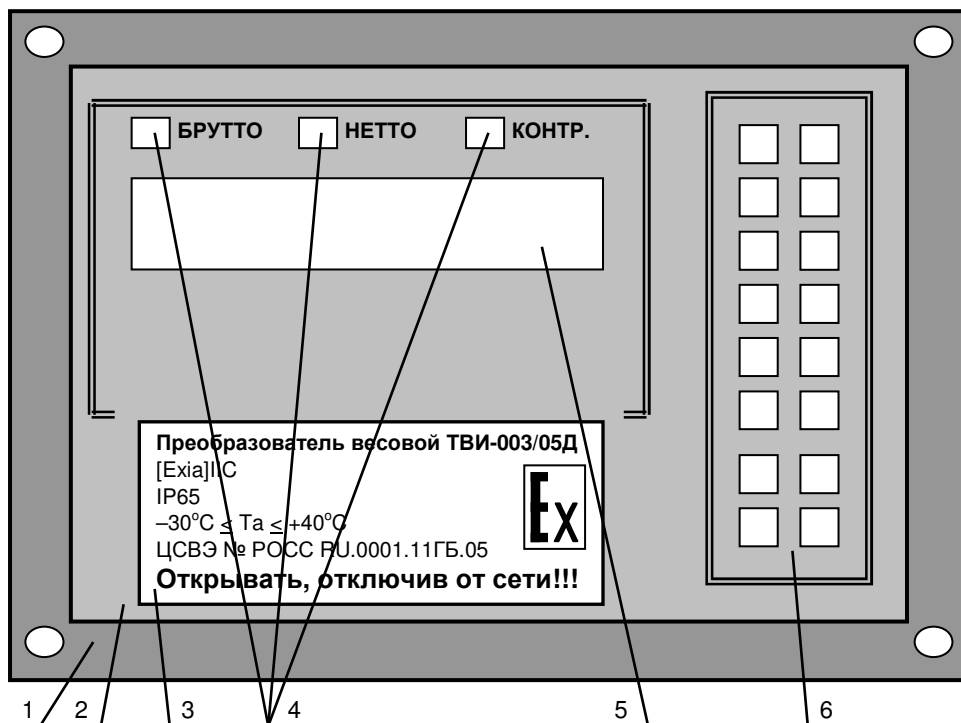
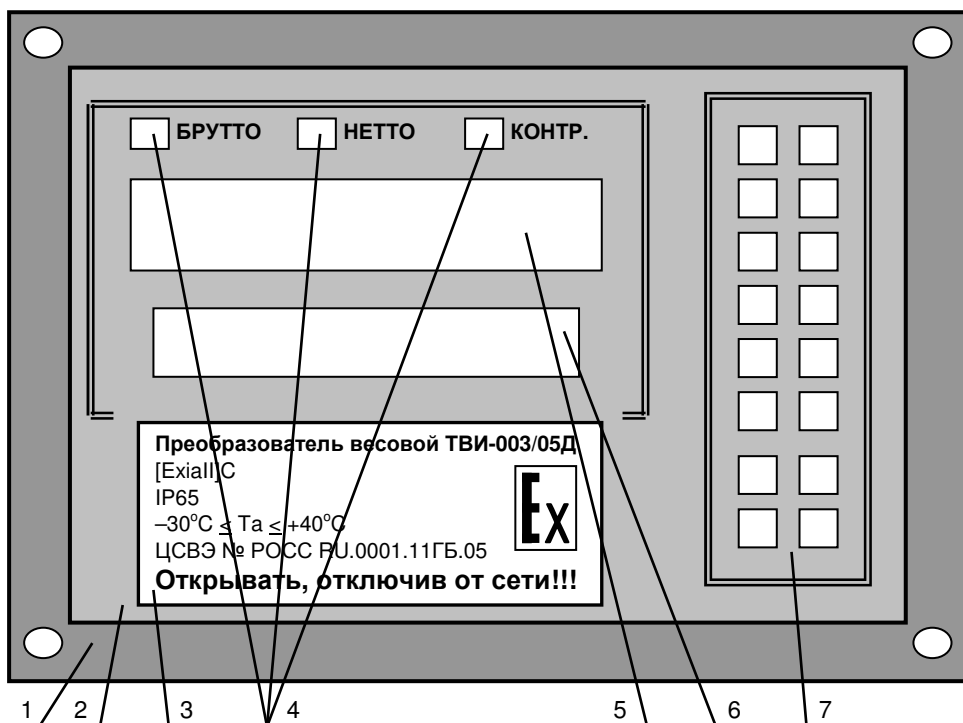

Рис. 7.1. Внешний вид Преобразователя без дополнительного индикатора спереди.
Рис. 7.2. Внешний вид Преобразователя с дополнительным индикатора спереди.
На Рис. 7.1 и Рис. 7.2 изображён внешний вид Преобразователя спереди.
10.2. После включения Преобразователь выполнит самотестирование, затем на индикатор (см. Рис. 7.1 на стр. 13) будет кратковременно выведено название версии программного обеспечения Преобразователя виде «**XX.XX**» или «**SC-XXX**» или «**DD-XXX**» (где знаком **X** будут соответствовать цифры, отражающие номер версии).